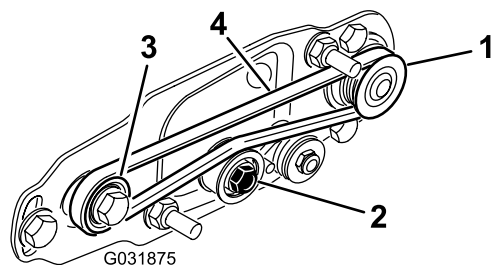

Figura 26
- A. Coloque la correa alrededor de la polea motriz y luego por encima de la polea tensora (Figura 26).
- B. Empiece a colocar la correa en la polea arrastrada (Figura 26).